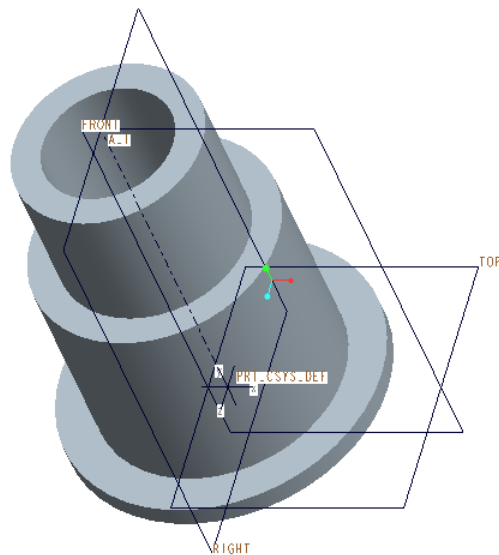

図 3-100 ベースフィーチャーの完了
- 図 3-100 の回転ベースフィーチャーの中段のエッジを赤くハイライトし、「面取り」 ツールを選択し、表示された白い「ドラグハンドル」を移動させてエ